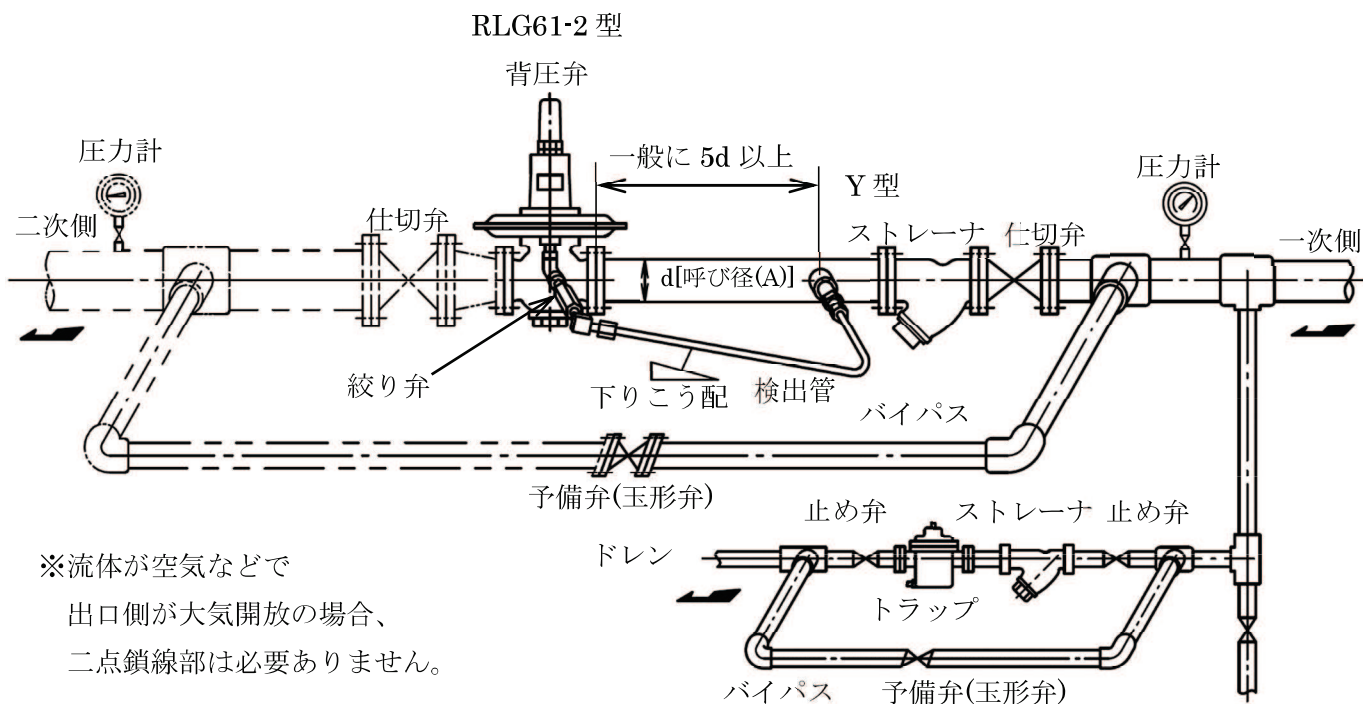

図2 配管例図
<ul style="list-style-type: none">● 背圧弁を取り付ける前に、弁箱内に異物が入っていたり、輸送中に背圧弁が破損していないかお確かめください。防止処置は施してありますが、念のためお調べください。● 背圧弁を取り付ける前に、配管内の清掃を充分に行ってください。作動不良の大部分は配管中の鉄屑・塵埃によるものですから、これらの除去には特に御留意ください。● 配管に際しては、気体の流れ方向と弁箱に取り付けてある矢印銘板の矢印の方向を必ず一致させ、図 2 の配管例図に示すように外部検出管を接続してください。また、Y 型ストレーナ及び予備弁(玉形弁)を備え、更に前後弁(仕切弁)と圧力計を取り付けるよう御計画ください。なお、背圧弁一次側には呼び径の 5 倍以上の直管部を設けてください。● 背圧弁は水平配管に正立にお取り付けください。● 配管の応力をなるべく弁箱にかけないよう注意してください。弁箱にかかる応力が過大になりますと摺動部がゆがみ、円滑な作動ができなくなったり、弁座と弁体の当りが悪くなったりします。● 絞り弁と一次側配管を結ぶ検出管は、ダイヤフラム室及び検出管内にドレンが滞留しないよう下り勾配
- 2.3 配管に際しては、気体の流れ方向と弁箱(3)に取り付けてある矢印銘板の矢印の方向を必ず一致させ、図2の配管例図に示すように外部検出管を接続してください。また、Y型ストレーナ及び予備弁(玉形弁)を備え、更に前後弁(仕切弁)と圧力計を取り付けるよう御計画ください。なお、背圧弁一次側には呼び径の5倍以上の直管部を設けてください。